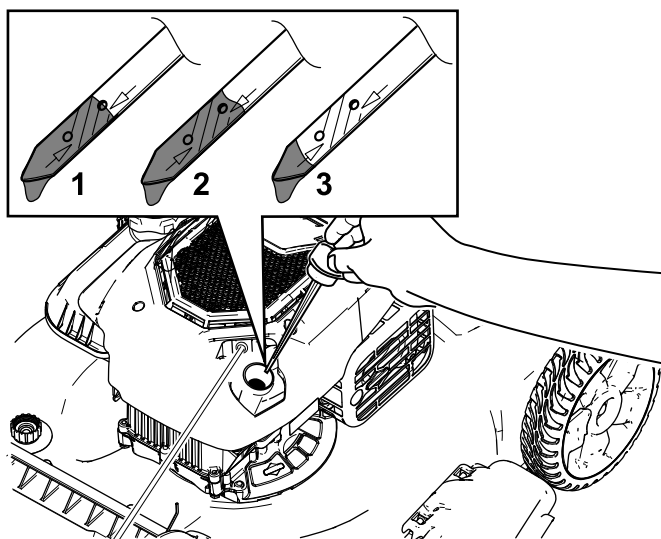

Bild 22
3. Entfernen Sie den Peilstab, indem Sie den Deckel nach links drehen und herausziehen (Bild 22).
10. Lesen Sie den Ölstand am Peilstab ab (Bild 22).